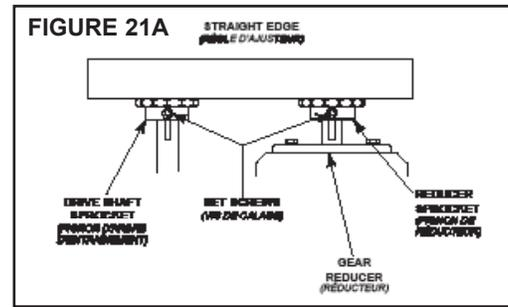

FIGURE 21B
4. Serrer les boulons de tension jusqu'à obtenir la tension voulue de la chaîne. (Figures 21B et 21C) Resserrer les boulons de fixation.